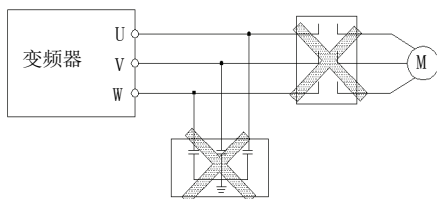

图 3-5 变频器与电机之间禁止使用接触器和吸收电容
- (1) 接线前，确保已完全切断电源 10 分钟以上，否则有触电危险。
- (2) 严禁将电源线与变频器的输出端 U、V、W 连接。
- (3) 变频器本身机内存在漏电流，为保证安全，变频器和电机必须安全接地，接地线的要求请参见 3.4.1 章节第 7 条。
- (4) 变频器出厂前已通过耐压试验，用户不可再对变频器进行耐压试验。
- (5) 变频器与电机之间不可加装吸收电容或其它阻容吸收装置，如图 3-5；变频器与电机之间不建议加装电磁接触器，如确需加装接触器等开关器件时，必须确保变频器在无输出时通断操作。
- (6) 为提供输入侧过电流保护和停电维护的方便，变频器应通过空气开关、接触器与电源相连。
- (7) 控制信号的接线应选用多芯绞合线或屏蔽线，屏蔽层一端悬空另一端与变频器的接地端子相连，接线长度小于 20m。